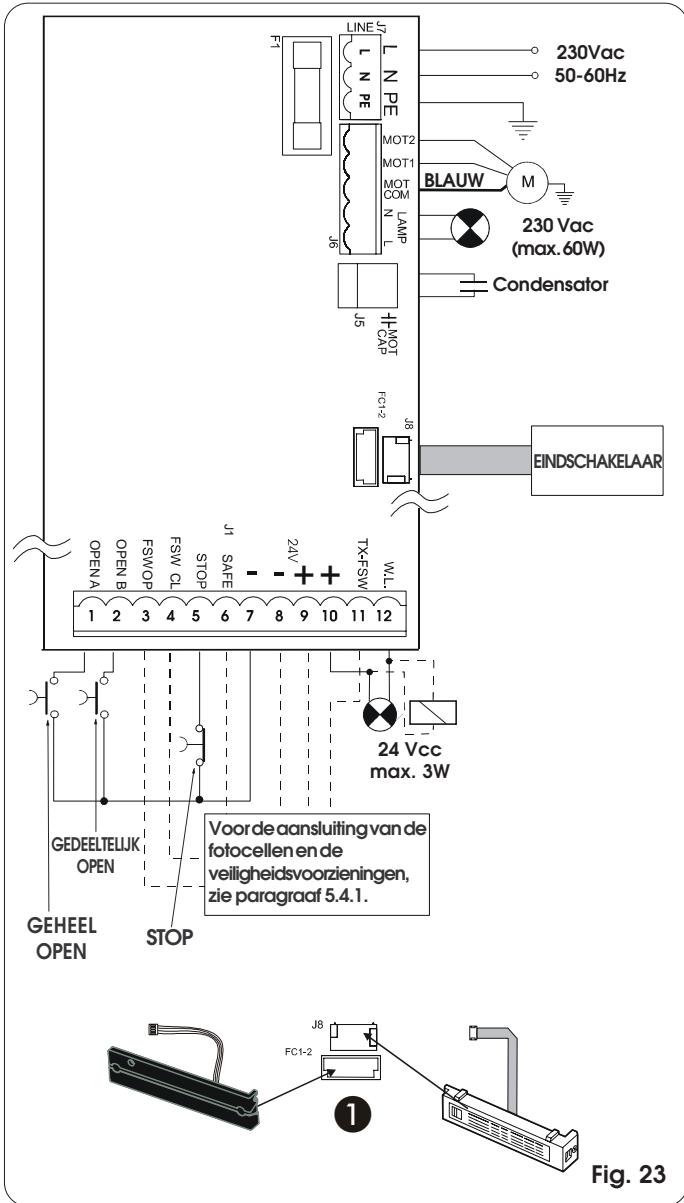

Fig. 23
**5.4.2. Klemmenbord J7 - Voeding (fig. 23)**
**5.4.3. Klemmenbord J6 - Motoren en waarschuwingslamp (fig. 23)**
**5.4.4. Klemmenbord J1 - Accessoires (fig. 23)**
Connectormetsnelkoppeling voor aansluiting van de eindschakelaar. Hiermee kan zowel de MLS- als de inductieve eindschakelaar op de apparatuur worden aangesloten (fig. 23 ref. 1).